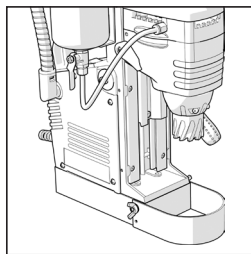

Fig. 2
- Attachez la protection de sécurité et sécurisez en place à l'aide des vis de fixation fournies. **(Fig. 2)**